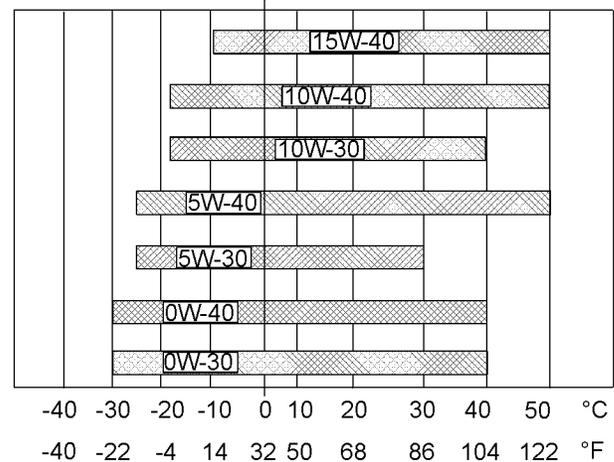

Abbildung 54
Siehe Abbildung 54 (Mindesttemperatur) zur Bestimmung der notwendigen Ölviskosität zum Starten eines kalten Motors.
Siehe Abbildung 54 (Höchsttemperatur) zur Bestimmung der notwendigen Ölviskosität für den Motorbetrieb bei der höchsten zu erwartenden Umgebungstemperatur.
- Siehe die entsprechenden "Schmierstoffviskositäten". Siehe Abbildung 54 zur Bestimmung der für den Motor richtigen Viskositätsklasse.